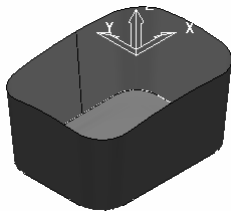

图 2-289 打开范例文件
2) 选择下拉菜单中的“文件”→“打开项目”命令, 弹出“打开项目”对话框, 选择“exercise28” (“随书光盘: \第 2 章\exercise28\uncompleted\exercise28”) 文件, 如图 2-289 所示。